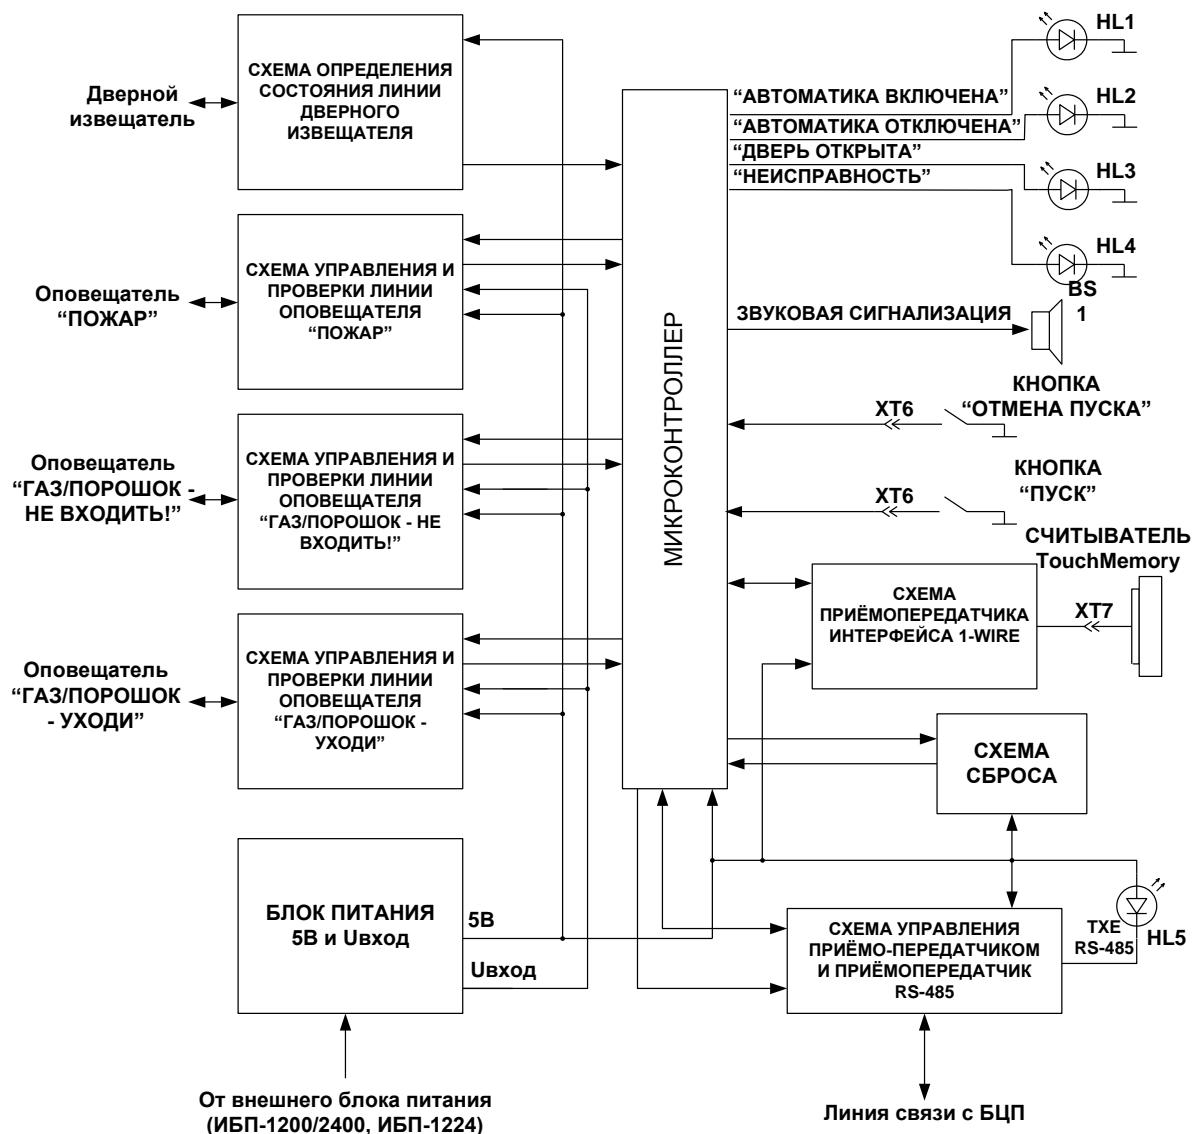

Рис. 1 Внешний вид ППО
В составе АСПТ ППО (Рис. 1) используется в качестве сетевого устройства и подключается по линии связи к БЦП по интерфейсу RS-485. Если ППО является последним устройством в линии RS-485 – необходимо установить перемычку JP1 соглашующего резистора (120 Ом).
- индикатор состояния неисправности АСПТ и отсутствия связи с БЦП “НЕИСПРАВНОСТЬ”- **красный** на корпусе (Рис. 1)
- индикатор текущего режима АСПТ “АВТОМАТИКА ВКЛЮЧЕНА” – **зелёный** на корпусе (Рис. 1)
- индикатор текущего режима АСПТ “АВТОМАТИКА ОТКЛЮЧЕНА” – **зелёный** на корпусе (Рис. 1)
- индикатор текущего положения двери АСПТ “ДВЕРЬ ОТКРЫТА” - **зелёный** на корпусе (Рис. 1)